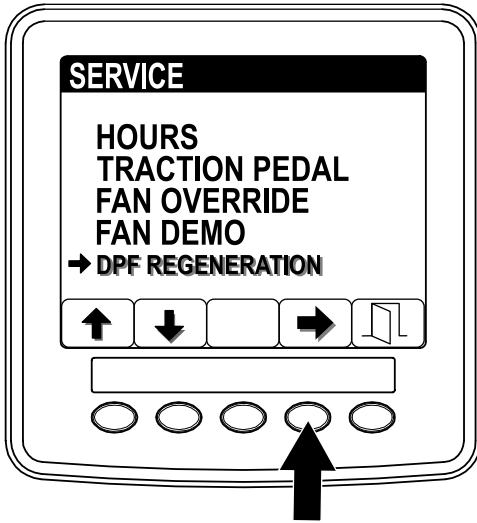

図 35
1. 整備 Serviceメニューから、ボタン 1 と 2 を使ってスクロールして DPF REGENERATIONメニューに入る 図 35。
2. ボタン 4 で DPF Regeneration再生に入る 図 35。